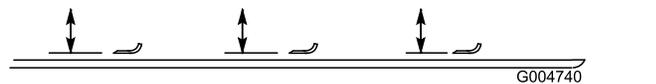

Figure 77
5. Tournez la lame dans le sens longitudinal (Figure 77).